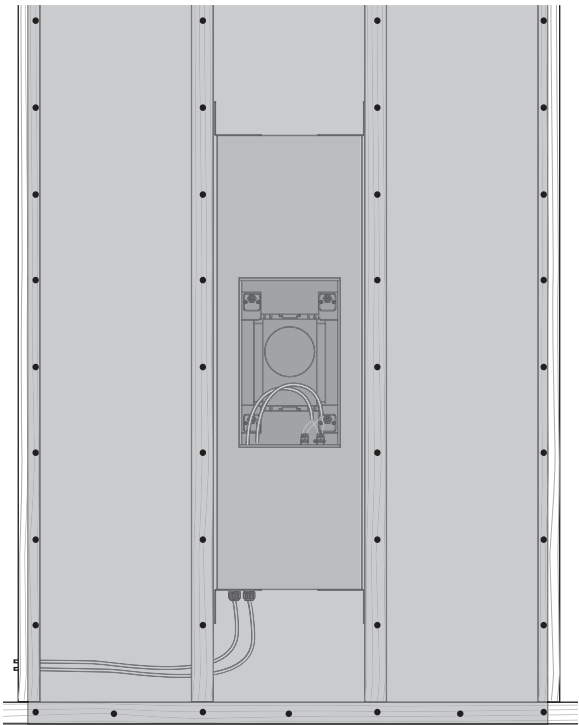

Fig. 6. Tornillos para paneles de yeso.
1. La instalación de paneles de yeso alrededor de la ubicación de la lata trasera se realiza mejor utilizando una sola hoja grande con la línea central vertical centrada sobre la línea central vertical de la lata trasera (Fig. 6). Alternativamente, la cubierta puede dejarse y el panel de yeso instalado en cuatro secciones alrededor de la cubierta.